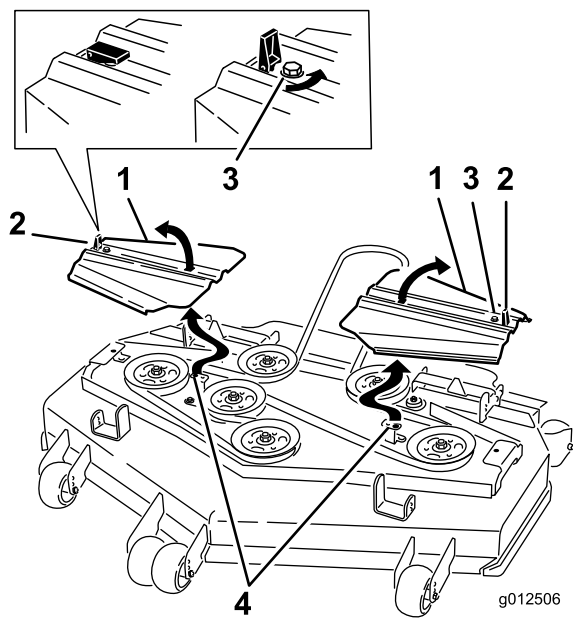

Figura 65
14. Instale las cubiertas de la correa introduciendo las pestañas en las ranuras. Coloque los tornillos y fije los cierres (Figura 65).